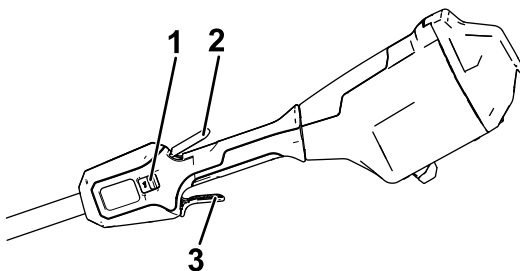

Figure 10
6. Pour mettre la machine en marche, appuyez sur la gâchette de verrouillage, puis serrez la gâchette de marche (Figure 10).